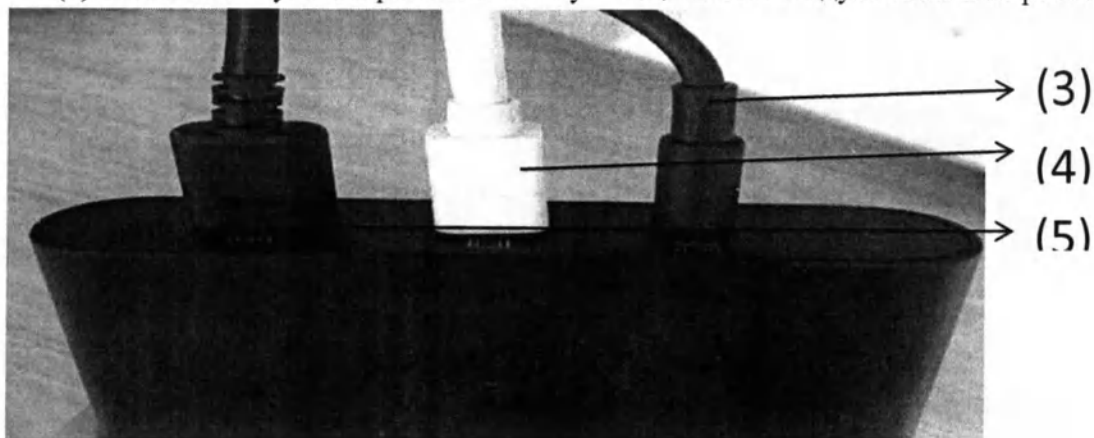

Рисунок 3 Подключение кабелей к коммуникационному модулю Link Box
- Подсоедините последовательно адаптер питания коммуникационного модуля Link Box (3), коммуникационный кабель USB 3.0 (5), коммуникационный кабель Mini DisplayPort 1.2 (4) в соответствующие разъемы коммуникационного модуля Link Box рис. 3